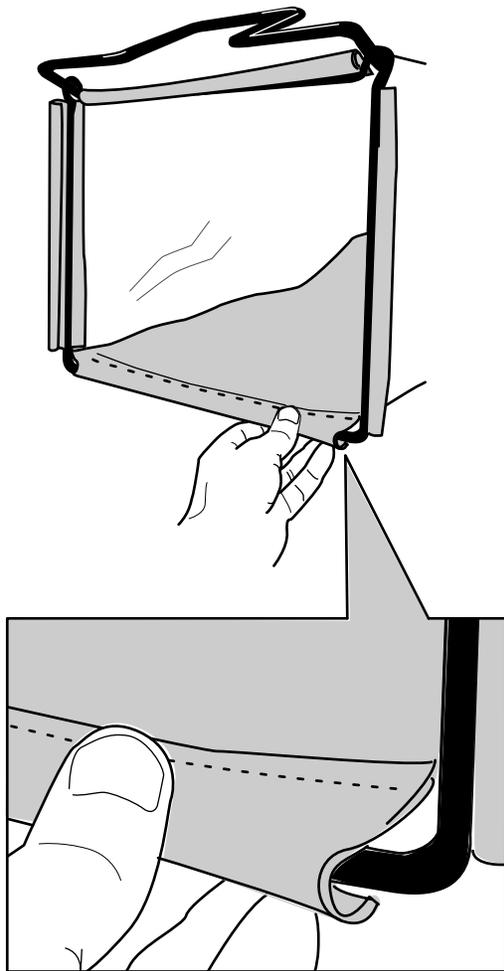

Figure 13
2. Accrochez la glissière inférieure du bac au bas de l'armature (Figure 13).
3. Accrochez les glissières supérieur et latérales du bac au sommet et sur les côté de l'armature respectivement (Figure 13).